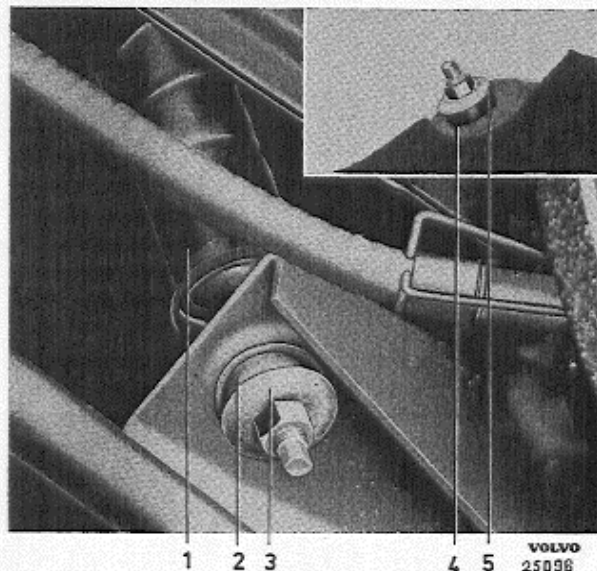
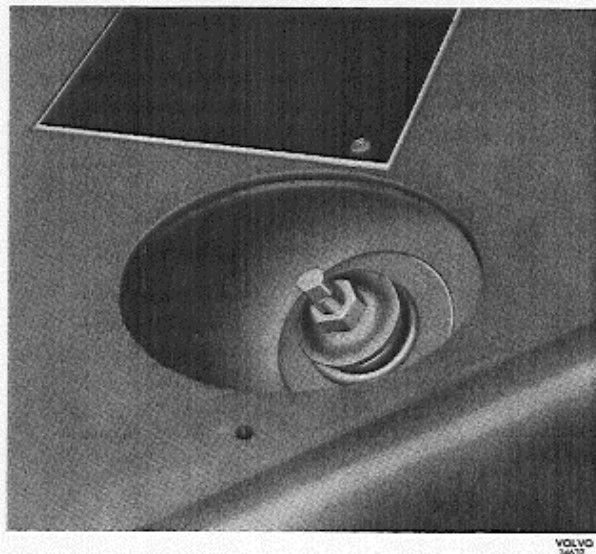

Abb. 8 Befestigung des hinteren Stoßdämpfers, P 120
Abb. 9 Obere Befestigung des hinteren Stoßdämpfers, P 1800
1. Obere Befestigungsmutter, Scheibe und Gummibuchse für P 120 vom Kofferraum (Abb. 8) und für P 1800 durch das Loch (Abb. 9) in der Kofferbrücke am Rückblickfenster ausbauen.
3. Der Einbau erfolgt in umgekehrter Reihenfolge. (Siehe Abb. 8 und 9). Für P 120 und P 1800 ist die Scheibe mit dem größeren